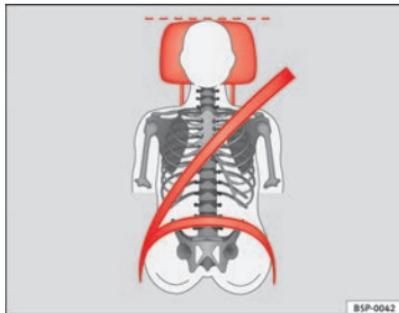
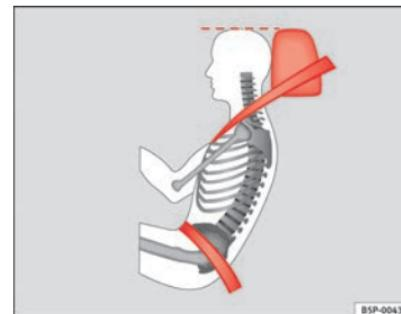

Fig. 67 Visto de frente:
Fig. 68 Visto de lado:
- Ajuste el apoyacabezas de modo que el borde superior del mismo quede a la misma altura que la parte superior de la cabeza, como mínimo a la altura de los ojos ⇒ fig. 67 y ⇒ fig. 68.